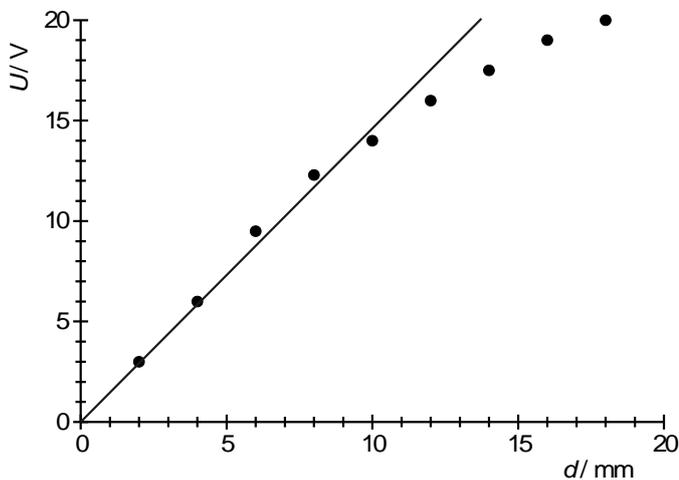

Fig. 3 Tensión U en el condensador de placas en dependencia con la distancia d entre las placas
- Los valores de medida para la tensión U en el condensador de placas de la Tab. 1 se grafican en contra de la distancia d ajustada entre las placas (Fig. 3).